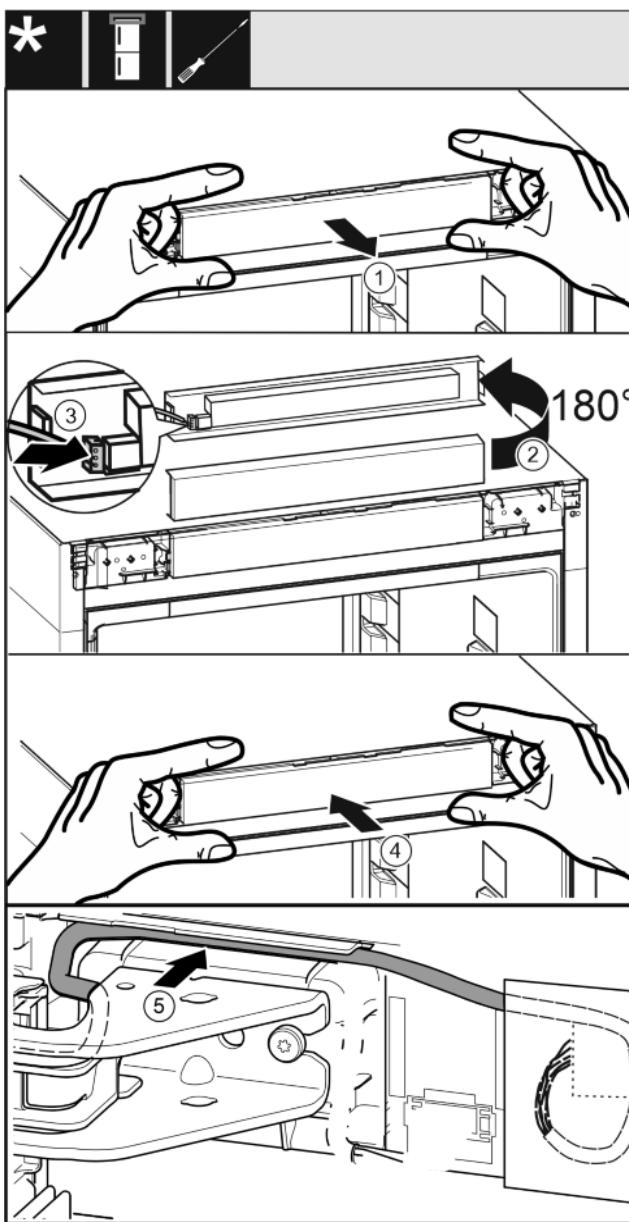

Fig. 34
- Bedienblende vorsichtig herausnehmen. Fig. 34 (1)
- Blende um 180° nach oben drehen. Fig. 34 (2)
- Stecker an der Bedienteilblende einrasten. Fig. 34 (3)
- Bedienblende wieder am Gerät einrasten. Fig. 34 (4)
- Graues Kabel vorsichtig in der Führung über dem oberen Lagerbock verlegen. Fig. 34 (5)